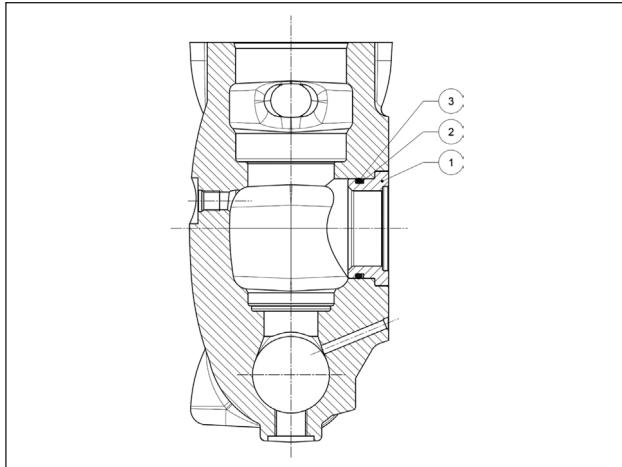
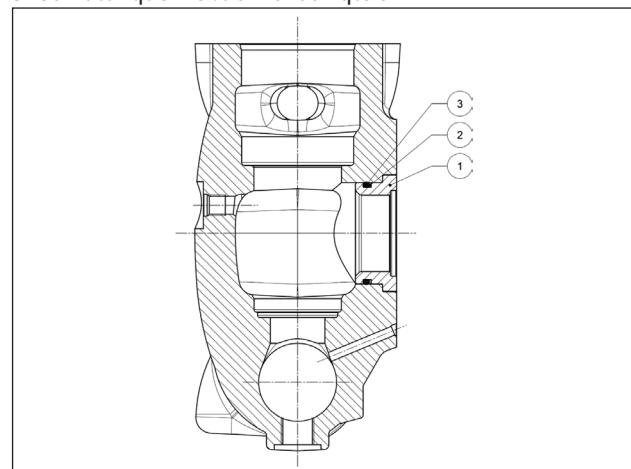

Fig. 167
Fig. 168
La culasse usinée doit être assemblée en montant des douilles (rep. ①) munies de bagues anti-extrusion (rep. ②) et de joint torique (rep. ③) comme illustré au Fig. 167 pour LK36-40-45 et au Fig. 168 pour LK50-55-60 :